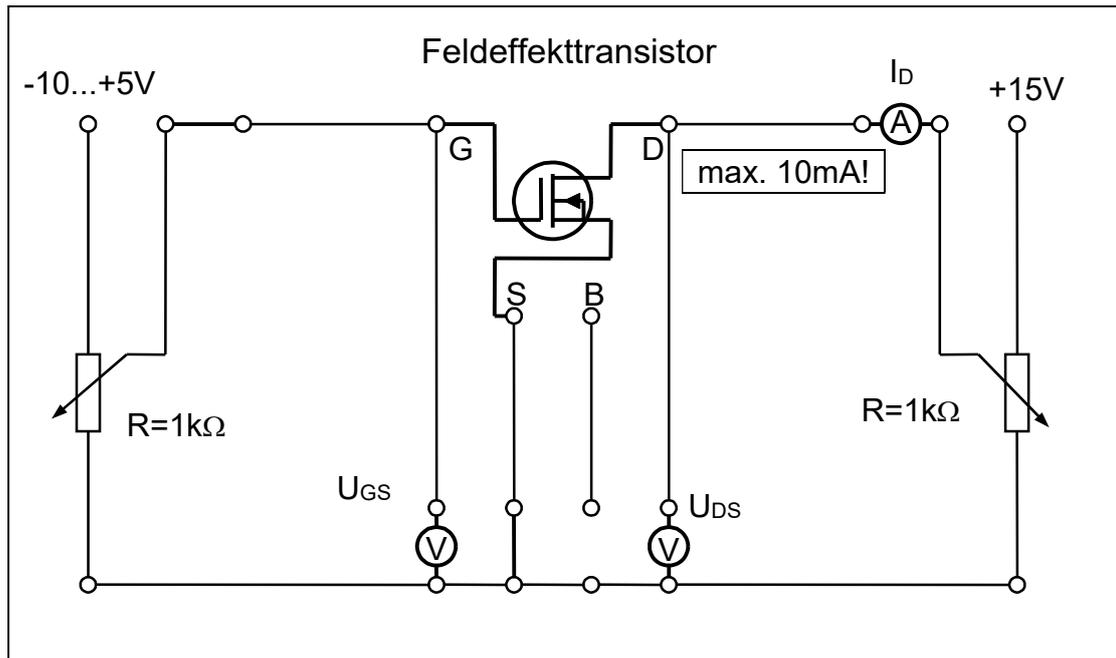

Bild 3
3.2.1 Ermitteln Sie messtechnisch die Kennlinien des vorliegenden n-Kanal-MOSFETs (SM 103/4, *selbstleitend, Verarmungstyp*) in Sourceschaltung und tragen Sie die Werte in Diagrammen auf (Messschaltung siehe Bild 3) :